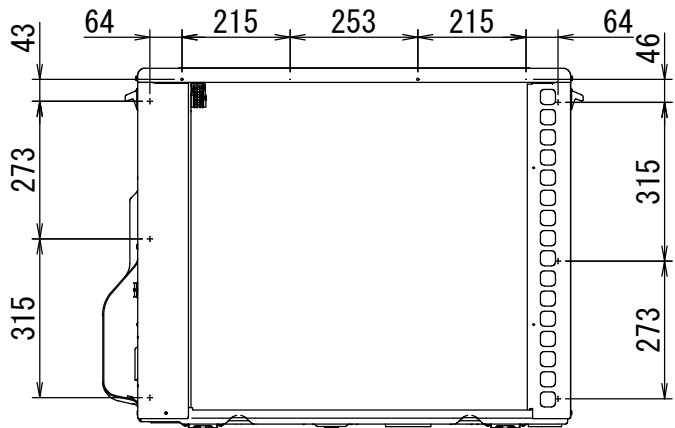

図8 吸込口側背面
- (2) ⑤ワッシャー付六角タッピンねじで③吸込口側背面の上部2カ所を(1)であけた穴に固定します。
- (3) 電動ドライバーを使用して、筐体背面に穴（☆8カ所）をあけます。
穴あけ位置は、図8を参照してあけるか固定した③吸込口側背面に合わせてください。